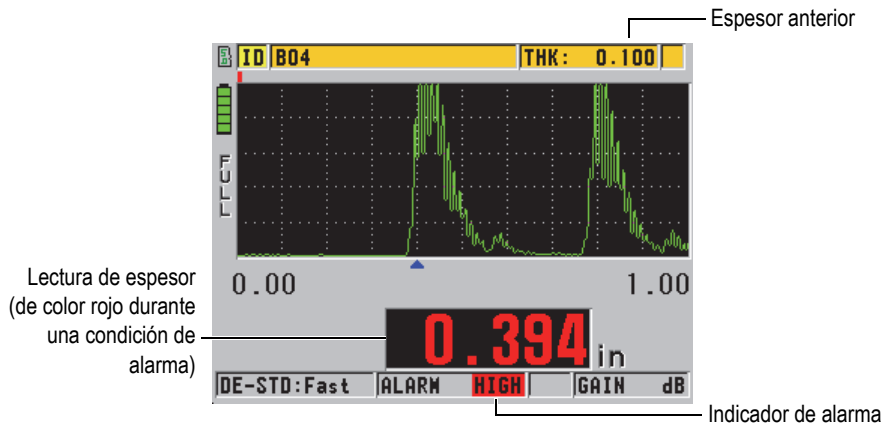

Figura 7-4 Ejemplo del indicador de alarma alta (opción A-scan activada)
- El indicador de alarma **ALTA** o **BAJA** parpadea sobre un fondo rojo en la esquina inferior derecha de la pantalla de medición (véase la Figura 7-4 en la página 150).